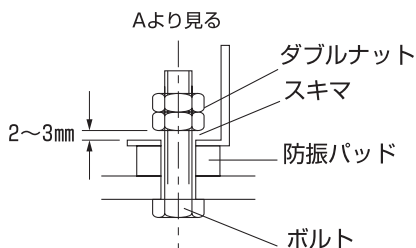

図 1
- ① ドレンの排出・防振ゴムの質量配分のため、水平に設置してください。
- ② 機械および装置の上に設置する場合は、振動による移動を防止するため、ボルトで固定してください。
- ③ 固定ボルトは、防振パッドの動きを活かすためのスキマをあけて固定してください。(図1をご参照ください)